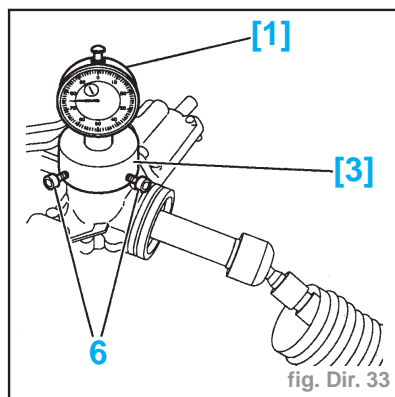

fig. Dir. 33
- Mettre en place les outils [1] (-).1505, [2] (-).0720-C (rallonge) et [3] (-).0720-B (fig. Dir. 33)
- Serrer les vis (6) à la main jusqu'à l'appui.